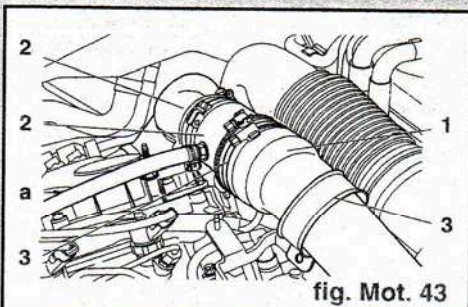

fig. Mot. 43
- Déposer la fixation du collier (3) (fig. Mot. 43).